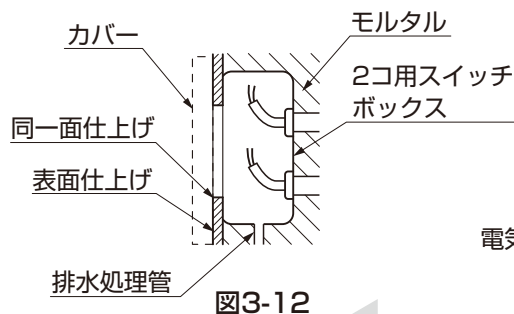

図3-12
① 2コ用スイッチボックスを、門扉の外側の壁面に埋め込んでください。(図3-12参照)